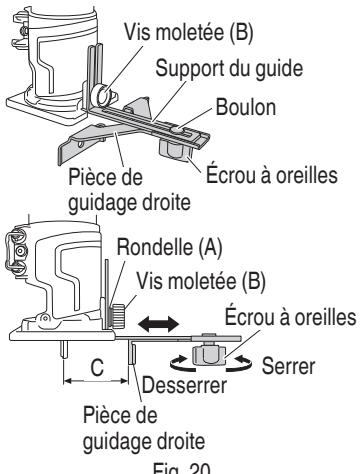

Fig. 20
- (1) Mettre en place la pièce de guidage droite avec la vis moletée (B) sur l'ensemble de la base et la fixer.
- (2) Réglérer la longueur "C" du foret à la surface de la pièce de guidage droite en desserrant l'écrou à oreilles et en déplaçant la pièce de guidage droite au besoin. (Fig. 20)